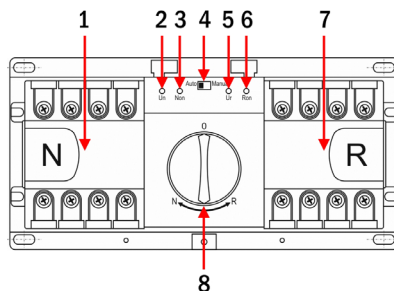

Рис. 1
- 1.1. Установите переключатель режима работы (п. 4, рис. 1) в ручной режим (Manual, правое положение).
- 1.2. Установите переключатель источника питания (п. 8, рис. 1) в положение 0 (оба источника питания отключены от нагрузки):
- 1.7. Включите источники питания. На приборе должны загореться индикаторы работы источников питания (п. 2, 6, рис. 1).
- 2.1. Установите переключатель режима работы (п. 4, рис. 1) в ручной режим (Manual, правое положение).
- 2.2. Выберите источник питания, повернув переключатель источника питания (п. 8, рис. 1) в необходимое положение. Левое положение (I) – выбор основного источника питания. Правое положение (II) – выбор резервного источника питания.
- 2.3. При переключении источника питания на приборе будут загораться соответствующие индикаторы (п. 3, 5, рис. 1).
- 3.1. Установите переключатель режима работы (п. 4, рис. 1) в автоматический режим (Automatic, левое положение).